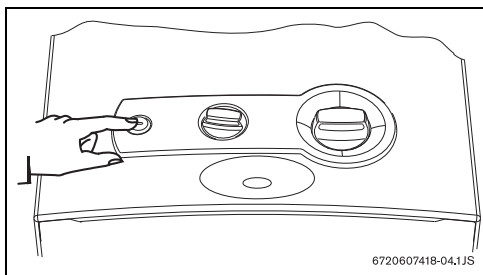

Fig. 3
- Azionare l'interruttore di accensione (Fig. 3).